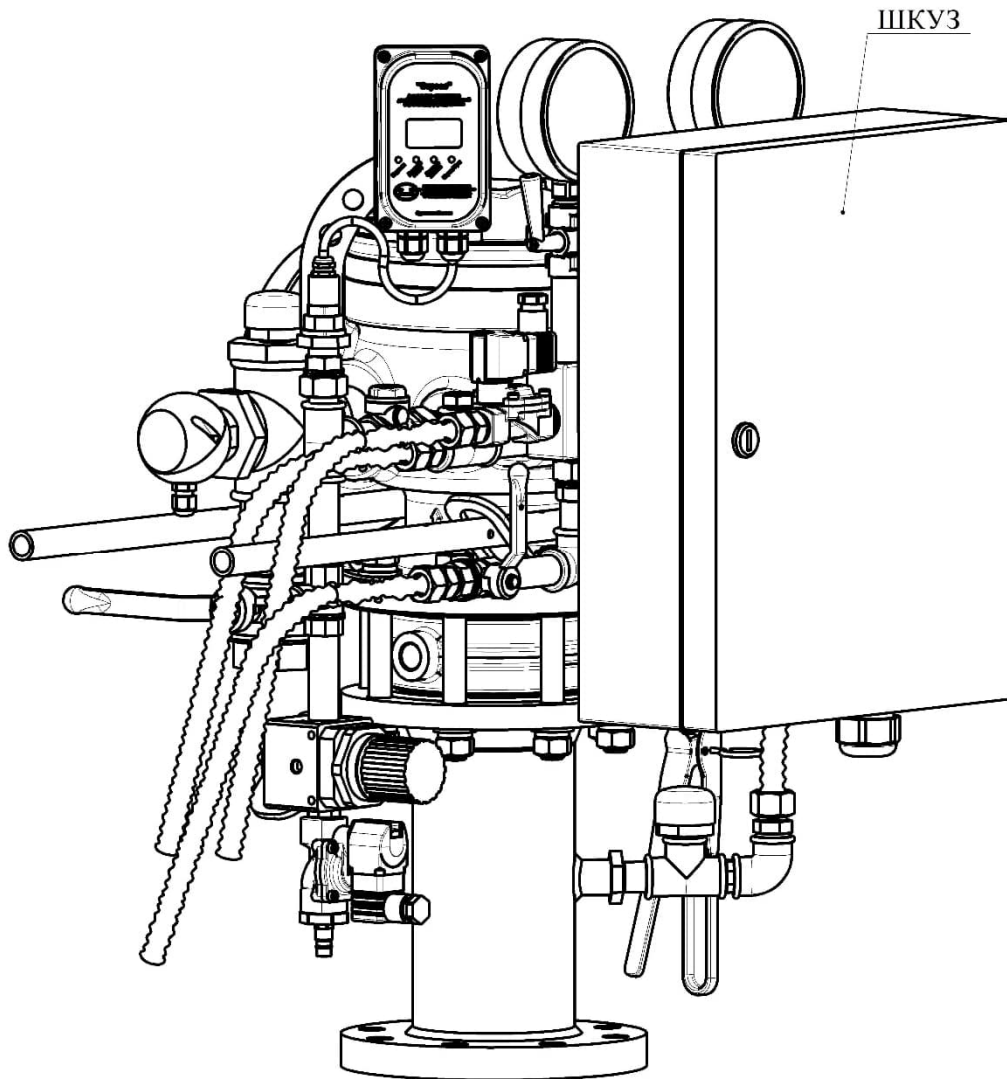

Рисунок 5 – Общий вид УУ «Спринт»
5.26 Шкаф контроля, управления и запуска (ШКУЗ) (рисунок 5) обеспечивает запуск УУ от шлейфов сигнализации и отображает следующие сигналы: